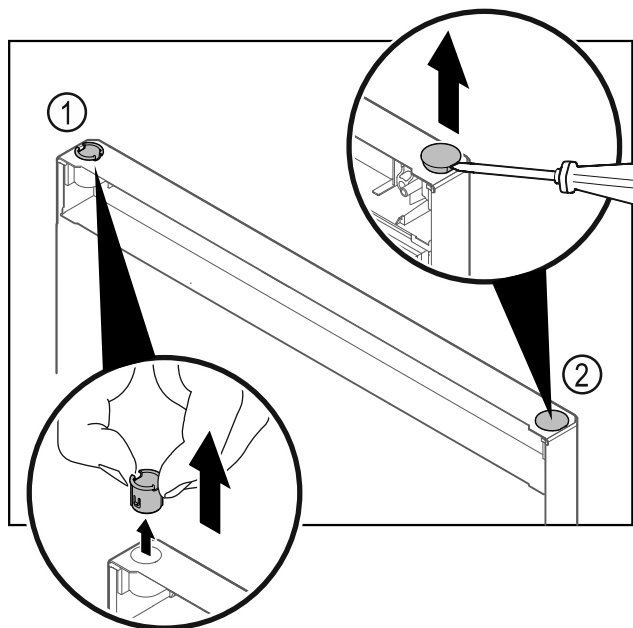

Fig. 20
- ▶ Træk hængselbøsningen Fig. 20 (1) ud med fingrene.
- ▶ Løsn afdækningsproppen Fig. 20 (2) forsigtigt med en flad skruetrækker, og træk den ud.